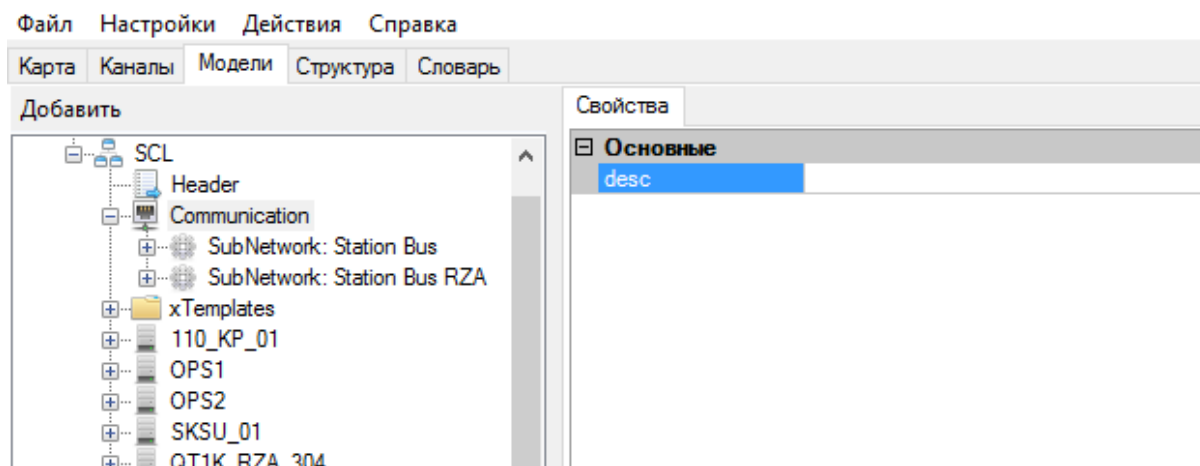

Рисунок 305. Объектная модель. Секция «Communication»
Секция «Communication» (см. Рисунок 305) описывает возможности прямых коммуникационных соединений между логическими узлами (LN) посредством логических шин (SubNetworks) и точек доступа IED-устройств.